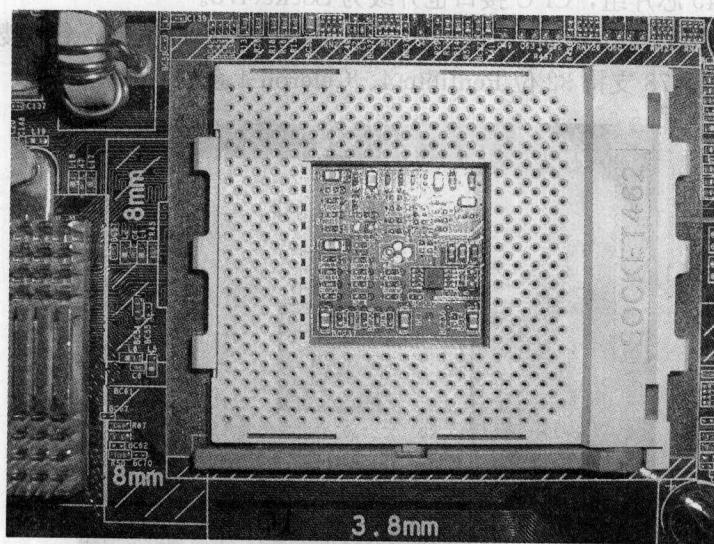

图 1-5 SocketA 接口
⑥ SocketA 接口也叫 Socket462 接口，是 AMD 公司 Athlon XP 和 Duron 处理器的标准插座。SocketA 接口具有 462 插针，如图 1-5 所示。可以支持 133MHz 外频的 Athlon XP、Athlon、Duron 系列 CPU。